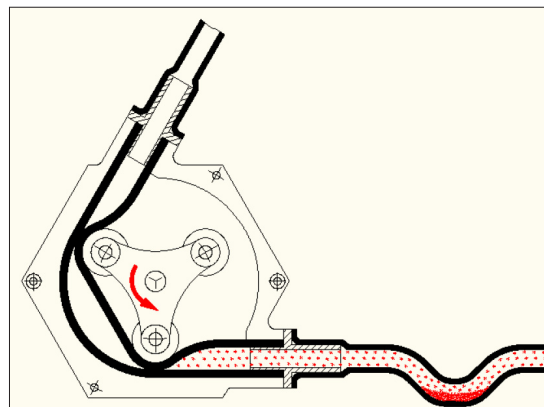

Figure 5 Pour l'adduction de matériaux contenant des solides
- En cas de raccordement de l'aspiration, respectivement les tuyaux de refoulement, veillez à ce que la section des conduits de prolongement soit aussi large que nécessaire. La transition vers le conduit de prolongement doit être suffisamment grande (voir Tableau 5, Figure 5).
Afin d'éviter tout dégât, nous vous recommandons d'inverser le sens de rotation de la pompe et de raccorder le tuyau de refoulement au connecteur inférieur et horizontal. Pour bénéficier d'un avantage supplémentaire, vous pouvez utiliser un tuyau flexible afin de raccorder la pompe et créer une sorte de piège dans lequel les solides se déposent (voir Figure 5).